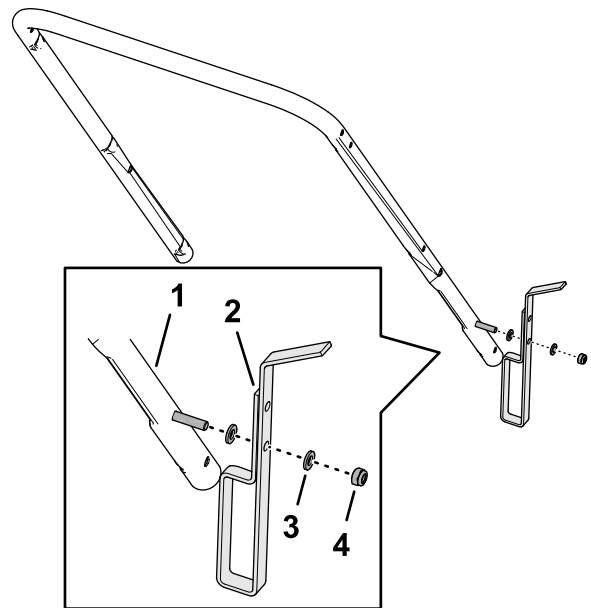

図 4
- 2. フットストップの穴を下側ハンドルバーのボルトに合わせる図 4。